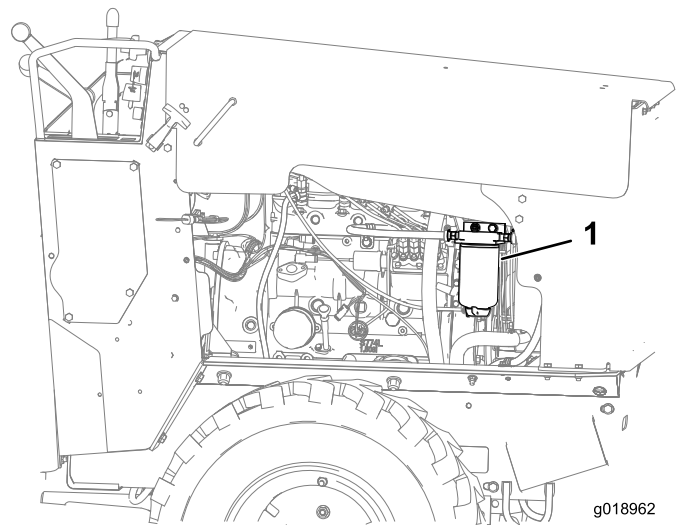

Figure 27
1. Localisez le filtre à carburant situé du côté droit du moteur (Figure 27) et placez un récipient dessous.